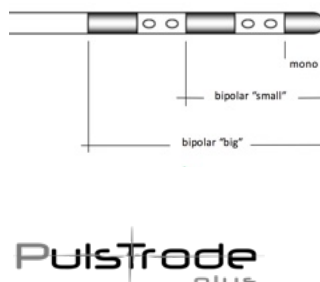

Fig. 7: campo elettrico con 3 elettrodi
14. Solo per i cateteri PULSTRODE PLUS, selezionare dunque la dimensione del campo elettrico bipolare più adatto al trattamento scegliendo fra la posizione "big" (elettrodi attivi prossimale e distale) e la posizione "small" (elettrodi attivi mediano e distale). La posizione "mono" permetterà invece di escludere gli elettrodi prossimale e mediano e lavorare solo con l'elettrodo distale (fig.7). Sebbene infatti di minore potenzialità ed efficacia, con tutti gli elettrocatteteri è anche possibile una modalità di stimolazione/trattamento anche di tipo monopolare che prevede dunque l'unico elettrodo attivo in punta e l'applicazione di una piastra di massa sul paziente che va collegata all'apposita presa presente sul generatore esterno.